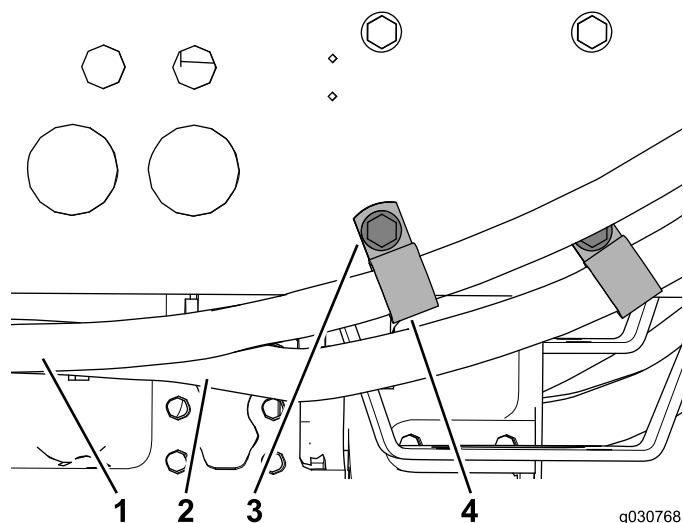

Figura 44
5. Instale una abrazadera en R en cada una de las mangueras del aire acondicionado con los 2 pernos existentes para sujetarlas al bastidor de la máquina (Figura 44).